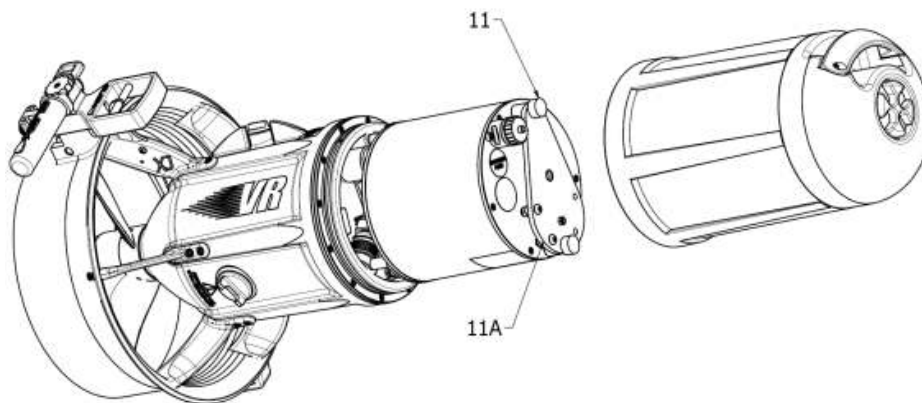

Fig.2
Tolta la calotta, svitare i pomelli (11 - Fig.2 - 3), scollegare il connettore (15) ed estrarre la batteria (14) tirandola verso l'alto.